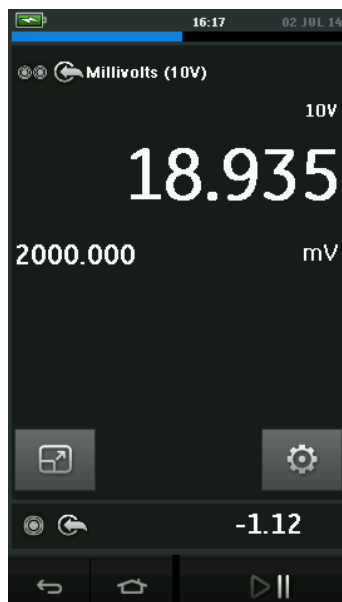

Figure 2-19 Fenêtre d'étalonnage - Vue développée
- La Figure 2-19 affiche une vue développée du canal sélectionné et réduit les autres canaux.